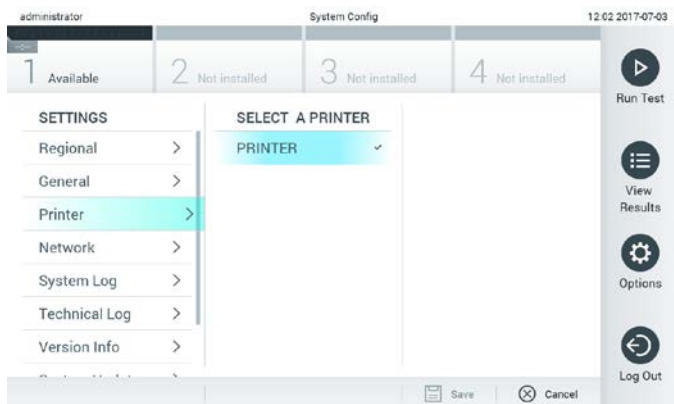

Figura 65. Selección de una impresora del sistema.
3. Seleccione una impresora de la lista de impresoras disponibles (figura 65).